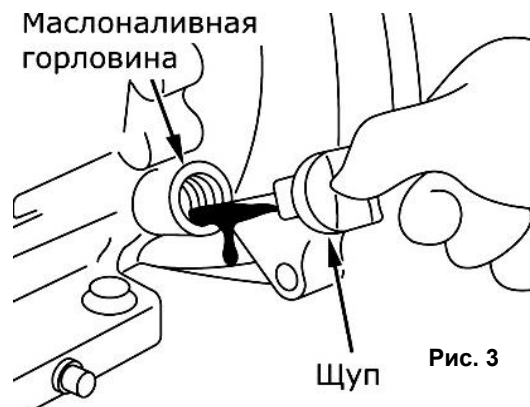

Рис. 3
- Отверните масляную пробку (См. Рис.3), достаньте щуп.
- Снова выньте щуп – и на нем останется метка уровня масла. Если уровень масла меньше нижней линии (L) на щупе, долейте масло до верхней линии (H).